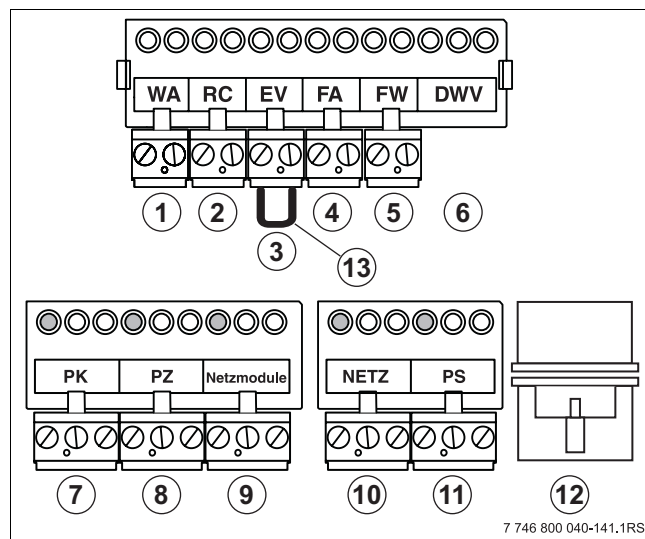
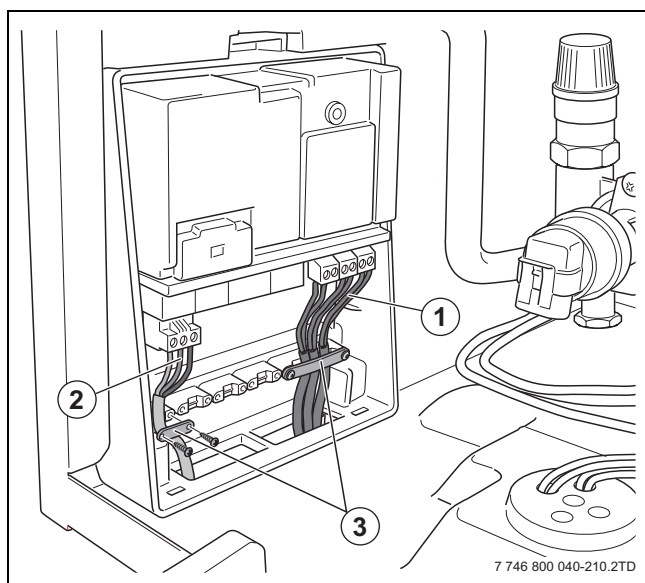

Bild 34 Plintlåda och kopplingslist
Bild 37 Montera kabelsäkring
- Anslut styrenheten ModuLine 400 till den orangea plinten RC (→ bild 34, [2]). Använd då en 2-trådig elkabel på 0,4 till 0,75 mm².
- Anslut styrenheterna till den orangea plinten RC (→ bild 34, [2]). Använd då en 2-trådig elkabel på 0,4 till 0,75 mm².
- Anslut den lediga 230 VAC-nätkabeln till funktionsmodulen (→ bild 34, [9] och bild 37, [3]). Om flera funktionsmoduler används kan den andra modulens 230 VAC-matning avgränsas från den första modulens. Använd kabeln som levereras med funktionsmodulen [9] (→ bild 1, [8], sidan 6).
- Skruva fast kabeln med kabelsäkringarna (→ bild 37, [3]).
- Anslut utegivaren till den blå plinten FA (→ bild 34, [4]). Använd då en 2-trådig elkabel på 0,4 till 0,75 mm².
- Anslut den potentialfria på/av-temperaturregulatorn till kopplingslisten i position WA (→ bild 34, [1]). Strömkretsens maximalt tillåtna motstånd ligger på 100 Ω. Använd då en 2-trådig elkabel på 0,4 till 0,75 mm².